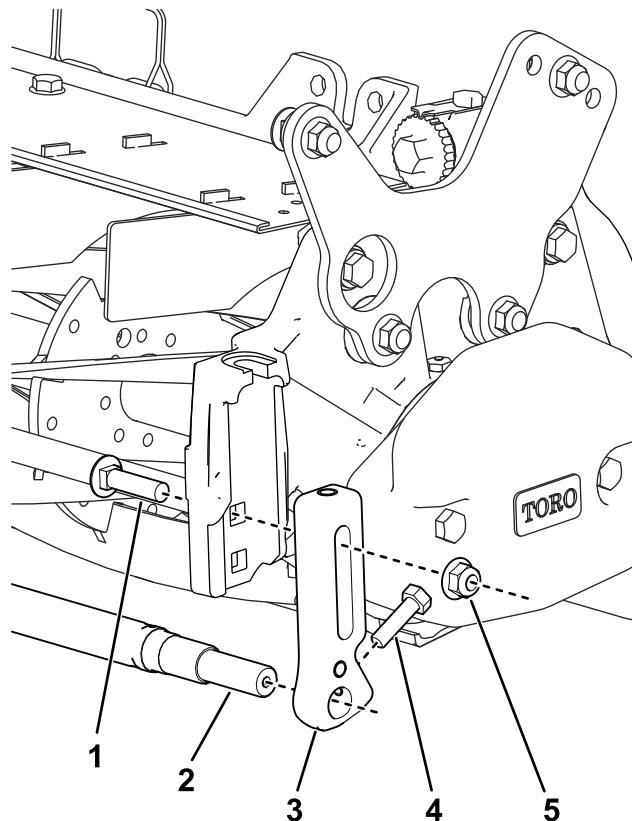

Рисунок 29
- С использованием каретных болтов и контргаек закрепите передние кронштейны НОС в верхних отверстиях боковой пластины (Рисунок 29).